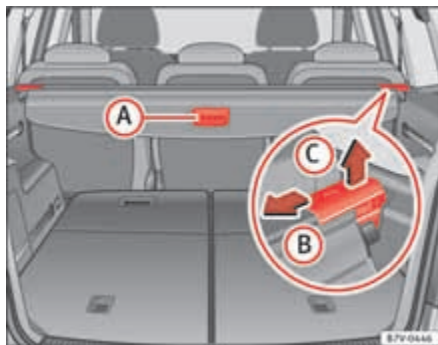

Fig. 97 En el maletero:
- Tire de la maneta de la bandeja ⇒ página 157, fig. 97 **A** un poco hacia atrás.
- Desbloquee la bandeja en la dirección de la flecha ⇒ página 157, fig. 97 **B**.
- Presione la bandeja en el sentido que indica la flecha ⇒ página 157, fig. 97 **B**.
- Desbloquee la bandeja en el sentido de la flecha ⇒ página 157, fig. 97 **B** y levántela en el sentido de la flecha **C**.